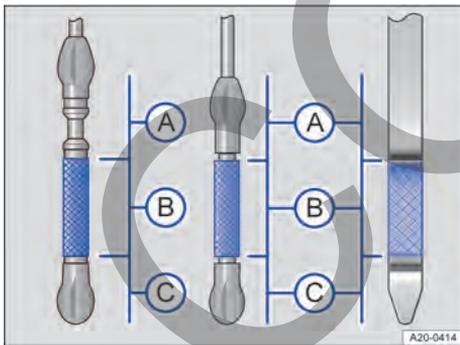

Fig. 151 Marcas del nivel de aceite del motor en la varilla de medición del nivel de aceite (variantes).
4. Localice la boca de llenado de aceite del motor y la varilla de medición del nivel de aceite. La boca de llenado se reconoce por el símbolo  que hay sobre la tapa → fig. 152, y la varilla de medición, por su extremo superior de color → fig. 151. Si no tiene claro dónde se encuentran la tapa y la varilla de medición, acuda a un taller especializado.
7. Extraiga nuevamente la varilla de medición y compruebe en ella el nivel de aceite como sigue → fig. 151:
13. Al final del proceso, el nivel de aceite debería encontrarse por el centro de la zona → fig. 151 **B**. No deberá encontrarse nunca en la zona → fig. 151 **A**.
14. Si ha añadido demasiado aceite del motor por descuido y el nivel se encuentra en la zona → fig. 151 **A**, **no ponga el motor en marcha**. Avise a un taller especializado y, dado el caso, solicite la ayuda de personal especializado.
- Si ha añadido demasiado aceite del motor por descuido y el nivel se encuentra en la zona → fig. 151 **A**, no ponga el motor en marcha. Avise a un taller especializado y, dado el caso, solicite la ayuda de personal especializado. ¡De lo contrario podrían dañarse el catalizador y el motor!